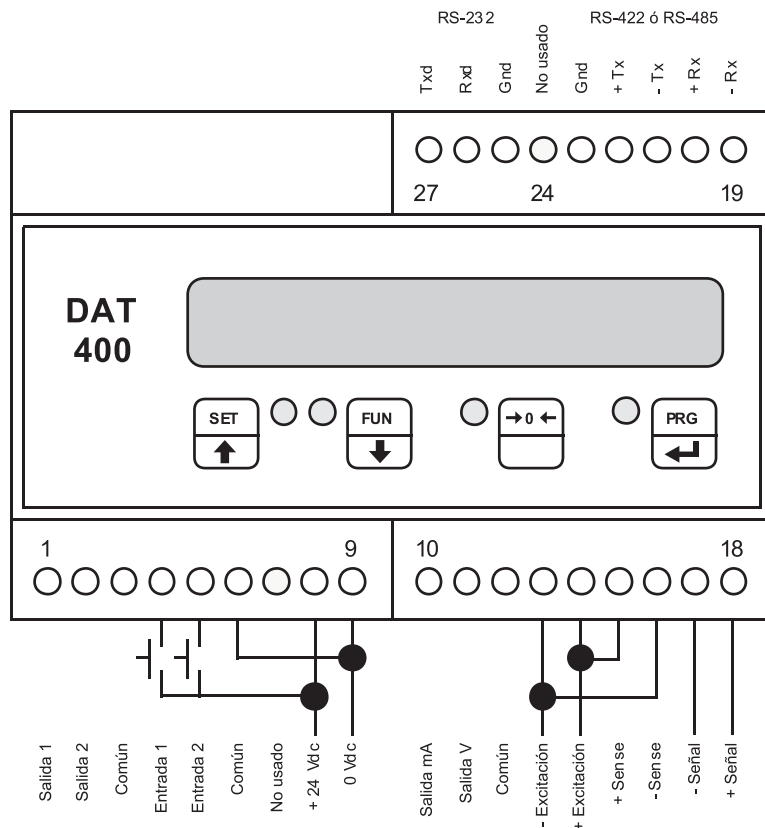

Figura 1
Conectar el cable del transductor/es al transmisor (terminales 13 al 18). Cuando se utiliza un cable de 4 conductores, se deben hacer unos puentes (cortocircuito) entre los terminales 14 y 15 (+ de excitación y + del sense) y los terminales 13 y 16 (- de excitación y - del sense), como se muestra en la Figura 1.
Conectar la Entrada (1) al terminal 4 y la Entrada (2) al terminal 5. El Terminal 6 es el común. Las entradas necesitan una alimentación de 24 Vcc para activarlas. Para mas información, ver la Figura 1.